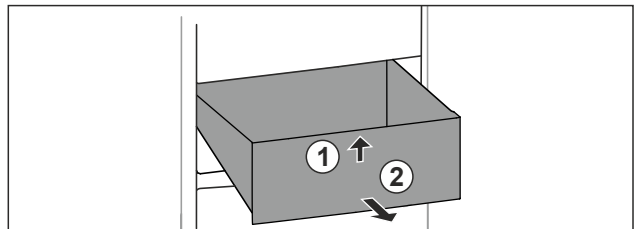

Fig. 73
- Soulever la partie avant du tiroir. Fig. 73 (1).
- Retirer le tiroir par l'avant. Fig. 73 (2)